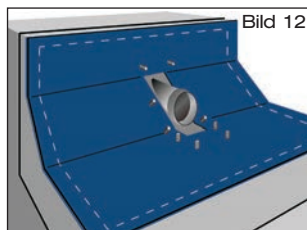

Bild 12
- 2.5 Zweite Lage der **Dachdichtungsbahn** über Ablaufrohr mit Festflansch ausrollen und im Bereich der Muffenverbindung aussparen (Bild 12).
3.5 **Anschlussbahn** bauseits aus vorhandener Kunststoff-Dachdichtungsbahn, Größe: ca. 700 mm x 1000 mm, zuschneiden und im Bereich der Muffenverbindung aussparen (Bild 12).